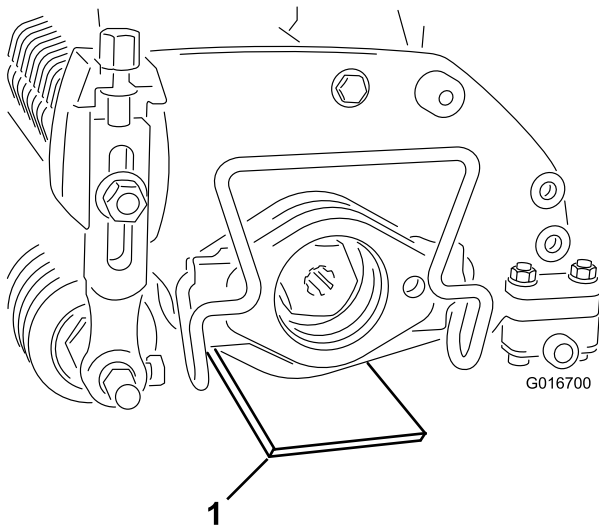

Figure 3
2. Placez un gabarit, qui a la hauteur de lame voulue au-dessus du sol, sous chaque extrémité du défouleur (Figure 3).